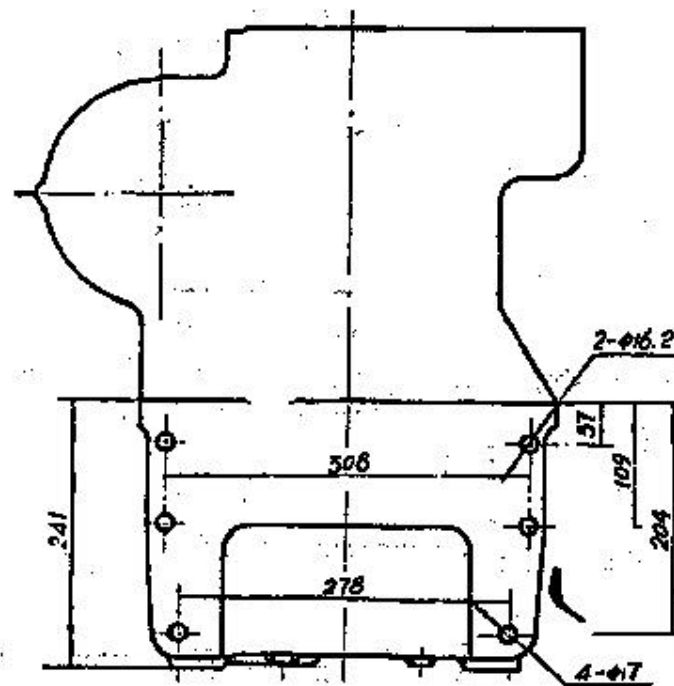

Figura 1-6
- f) Dimensiones de ambas caras del volante del motor Diesel 395A. Figura 1-6 y 1-7